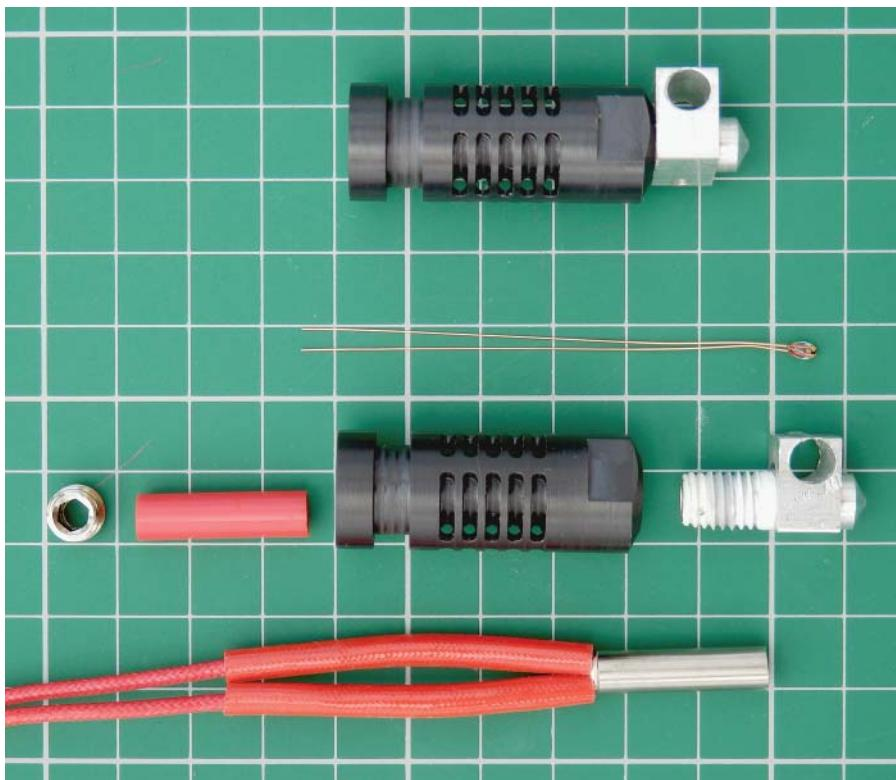

Abbildung 11.17: Die J-Kopf-Düse ist eine hervorragende Allround-Option
- ✓ **J-Kopf:** Ein gutes Allround-Design, jedoch begrenzt auf eine Temperatur unter 250 Grad Celsius aufgrund der verwendeten Materialien. Die J-Kopf-Düse besitzt mehr Teile als die neueren Edelstahl-Designs, aber sie ist einfach zu nutzen und zu warten. Eine montierte und demontierte Ansicht dieser Düse sehen Sie in Abbildung 11.17.